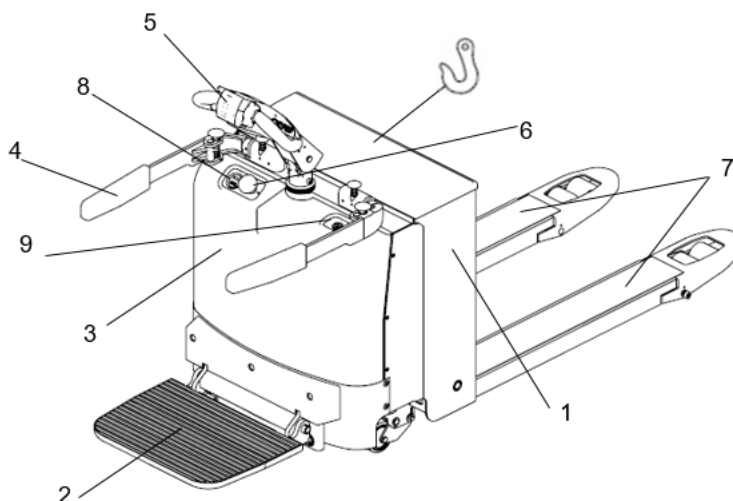

Рисунок 1.
- Переведите кнопку аварийного выключателя питания (6 на рис.1) в положение «ВЫКЛ»;
- Индикатор уровня заряда АКБ (8 на рис.1) показывает текущий уровень заряда батареи;
Аварийная остановка: нажатие кнопки аварийного выключателя питания (6 на рис.1) приведет к блокировке всех функций электрического управления.
- Опустите вилы в крайнее нижнее положение, переведите ключ в замке включения питания в положение ВЫКЛ, затем выньте ключ из замка включения питания. Всегда вынимайте ключ из замка включения питания. При длительном хранении необходимо нажать кнопку аварийного выключателя питания (6 на рис.1).